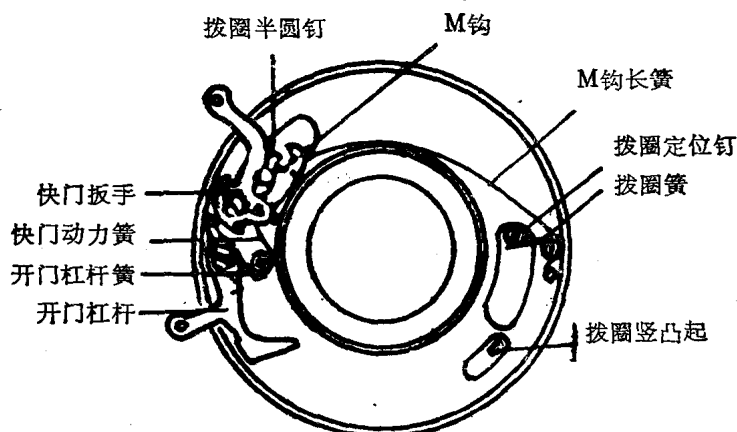

图 1—1
①快门主体部分是快门完成曝光工作的最基本的部分，它包括快门扳手和它下边的动力簧、快门拨圈和拨圈簧、快门扳手的M钩和M钩簧、快门叶片和开门杠杆等。如图1—1所示。
②快门的调速部分主要指固定在快门固定板上扇形齿板、齿轮、卡子轮和卡子等机件，此外还包括调整快门速度的调速盘和B门叉（控制产生B门用），如图1—2所示。